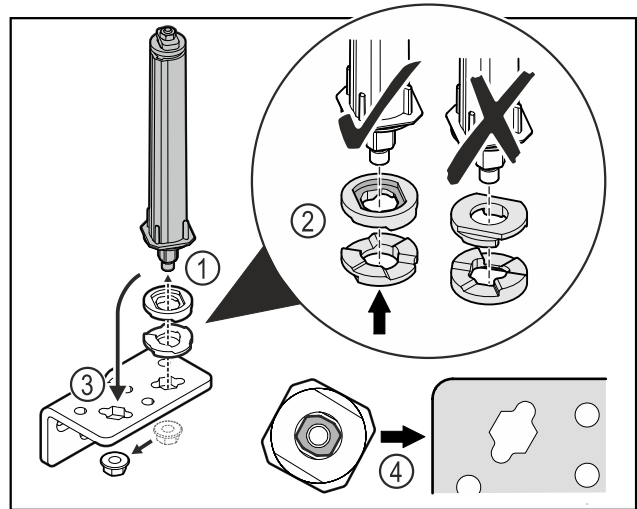

Fig. 36
- ▶ Mutter lösen und Türschließsystem entfernen Fig. 36 (1).
- ▶ Auf die korrekte Ausrichtung der Höhenverstellsscheiben achten Fig. 36 (2).
- ▶ Türschließsystem im Scharnierwinkel umsetzen und mit der Mutter fixieren Fig. 36 (3).
- ▶ Beim Einsetzen auf die korrekte Ausrichtung des Türschließsystems achten Fig. 36 (4).